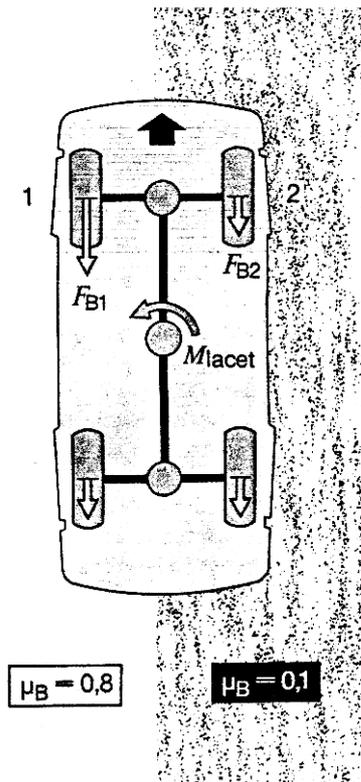

Fig.1
- ❖ **Les couples de lacet (rotation autour de l'axe vertical du véhicule), inévitables en phase de freinage sur une chaussée présentant des coefficients d'adhérence gauche droit différents, doivent apparaître suffisamment lentement pour que le conducteur puisse les compenser avec la direction (Fig. 1)**